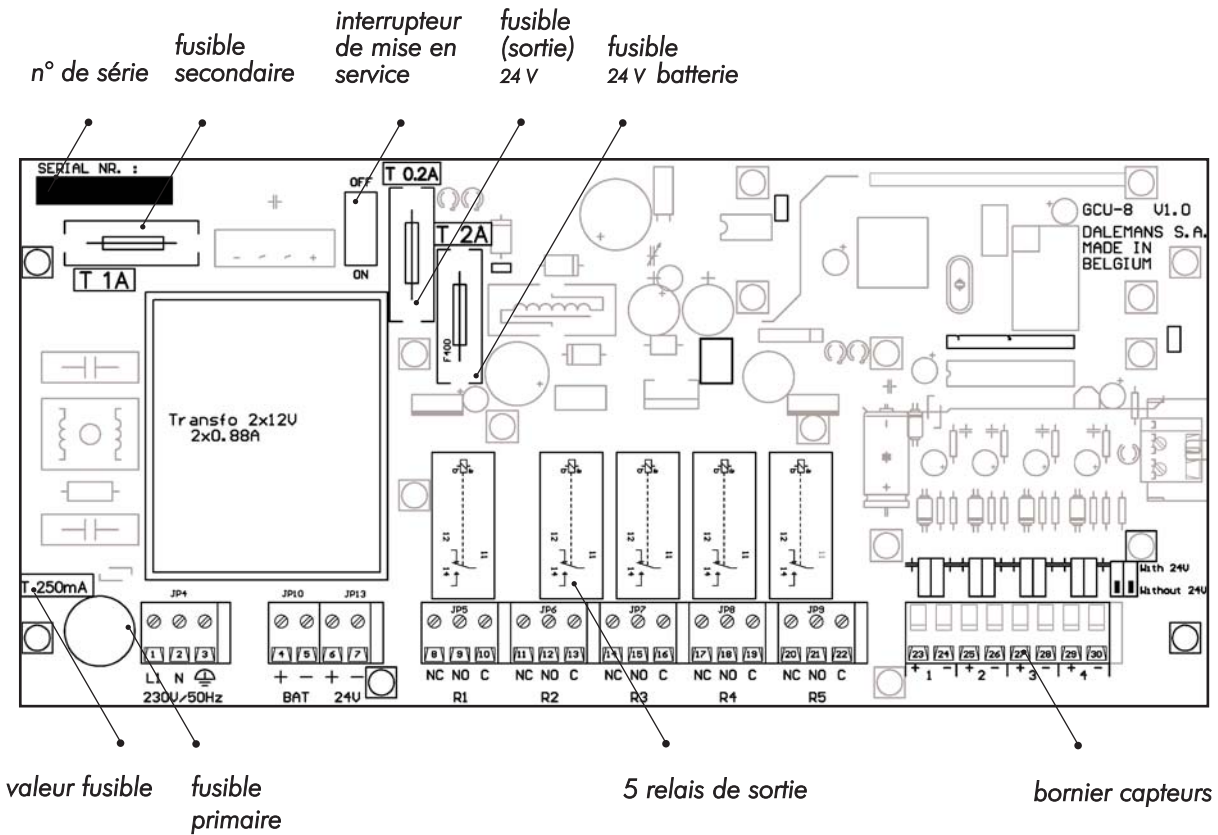

fig. 3
- a. Placer l'interrupteur de mise en service sur la position OFF . (fig. 3)